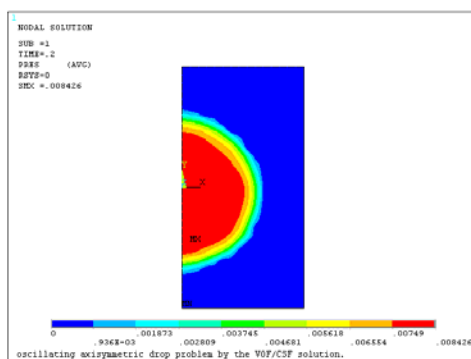

图 7-110 液滴压力场分布等值线图
⑥在“Item to be contoured”列表框中依次选择 DOF Solution→Pressure, 单击“OK”按钮, ANSYS 窗口将显示如图 7-110 所示的液滴压力场分布等值线图。